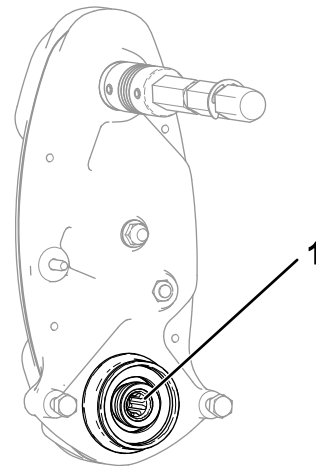

Figura 7
3. Verifique o interior do veio de transmissão do cilindro (**Figura 7**) para ver se existe qualquer resto de lubrificante.